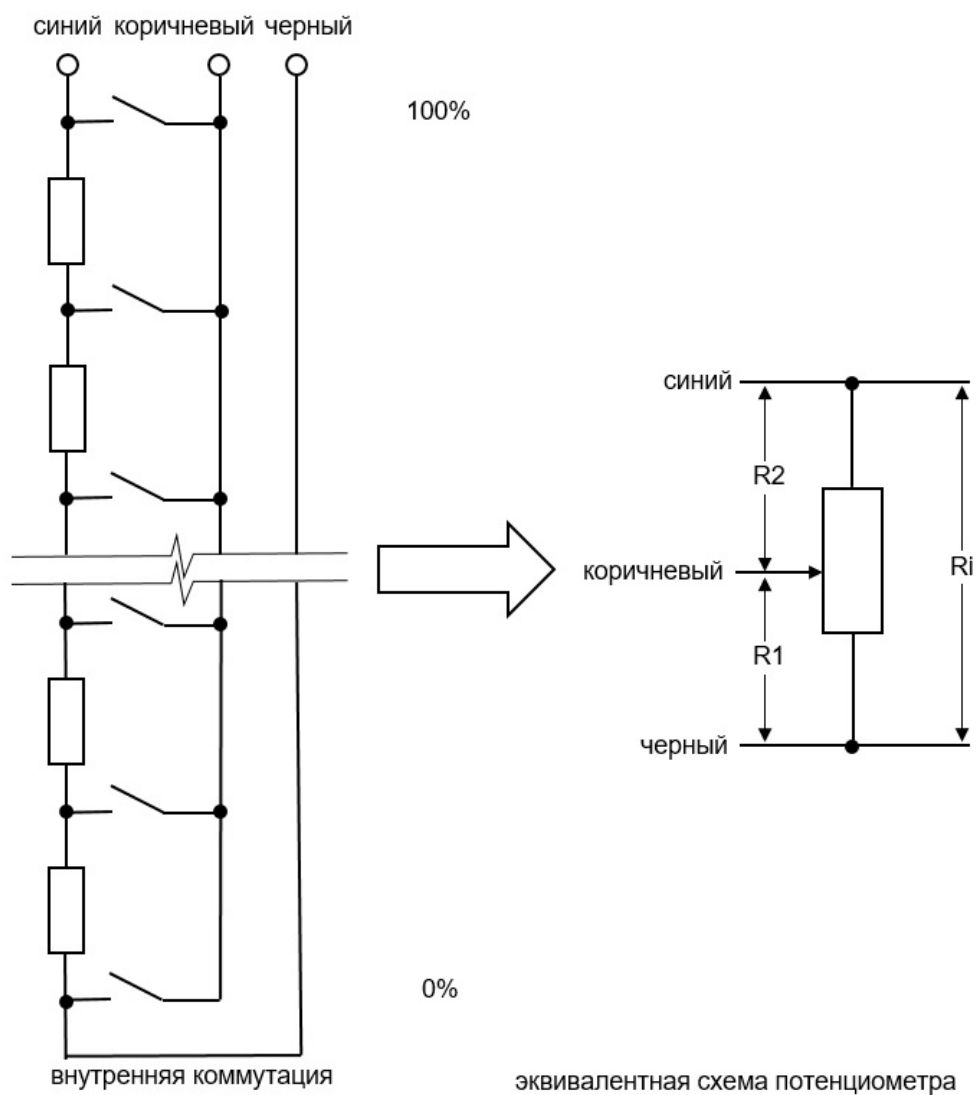

Рисунок 19 Структура первичного преобразователя ПРМ
3.6.1 Подключение внешних цепей преобразователей ПРМ производить по схеме ниже (рис.19, 20).